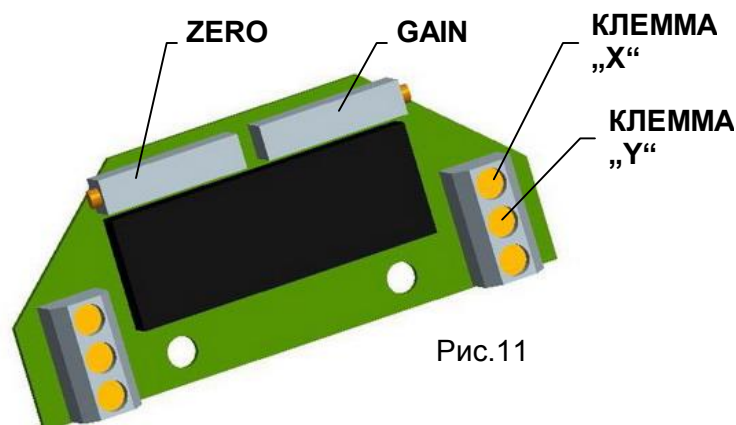

Рис.11
4.6.2 EPV - 3-проводниковое включение (рис.11)
Установте датчик сопротивления на основании инструкции в предыдущей главе так, что величину сопротивления измеряйте на клеммах X-Y (рис.11). (употреблен датчик с сопротивлением 2000Ω или 100Ω)
Поворачиванием устанавливающего триммера ZERO (рис.11) установите величину выходного сигнала тока, измеряемого на клеммах 81-82, на величину 0 мА или 4 мА.
Поворачиванием устанавливающего триммера GAIN (рис.11) установите величину выходного сигнала тока, измеряемого на клеммах 81-82, на величину 20 мА или 5 мА.